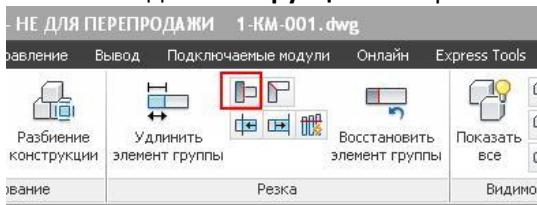

Рис. 60
- На вкладке **Конструкции** выберите команду **Обрезать** в разделе **Резка** (Рис. 60).